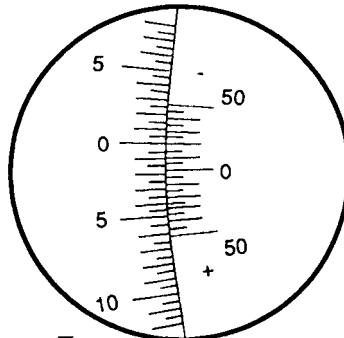

Figure 7
- Le vernier permet d'apprécier le 1/20 de degré. Pour l'exemple choisi (fig.7), on lit :  $\alpha = 1,75^\circ$ .